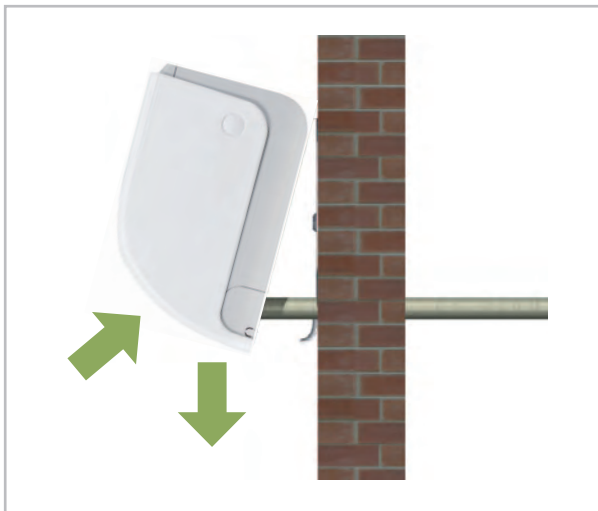

Abb. 27: Waagerechte Ausrichtung
5. ▶ Überprüfen Sie nochmals die waagerechte Ausrichtung des Gerätes. (Abb. 27)